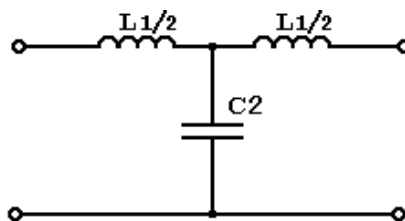

Рис.7.7. Схема фильтра нижних частот
1. Изобразим схему фильтра нижних частот (рис.7.7)